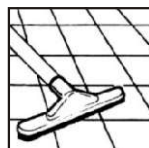

FIGURA 8
- 1.9 Exemplo de uso do rodo escova em pisos texturizados ou frios (Figura 8);